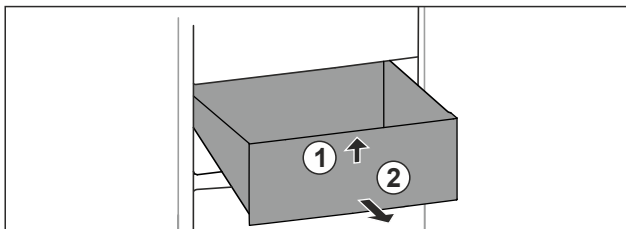

Fig. 93
- ▶ Podignite ladicu sprijeda. Fig. 93 (1)
- ▶ Izvadite ladicu prema naprijed. Fig. 93 (2)